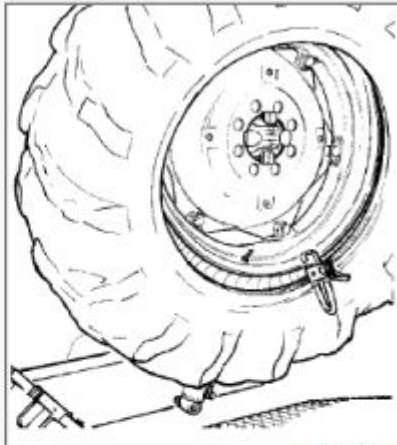

Рисунок 27
19) Опять поднимите колесо и прикрепите хомут к внешней стороне второго бортика на расстоянии 20 см от клапана (см. рис. 27).